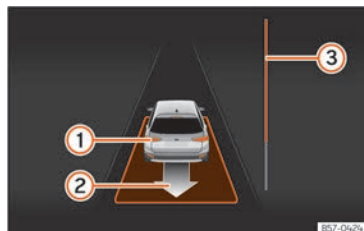

Abb. 200 Am Bildschirm des Kombi-Instruments: parallel zur Fahrbahn ausparken.
- Fahren Sie rückwärts, bis das Dauertonsignal des ParkPilot ertönt; **ODER:** fahren Sie zurück, bis am Bildschirm des Kombi-Instruments die Anzeige zur Vorwärtsfahrt erscheint. Die Fortschrittsanzeige » **Abb. 200 ③** zeigt den zurückzulegenden Abstand an » **Seite 294**.